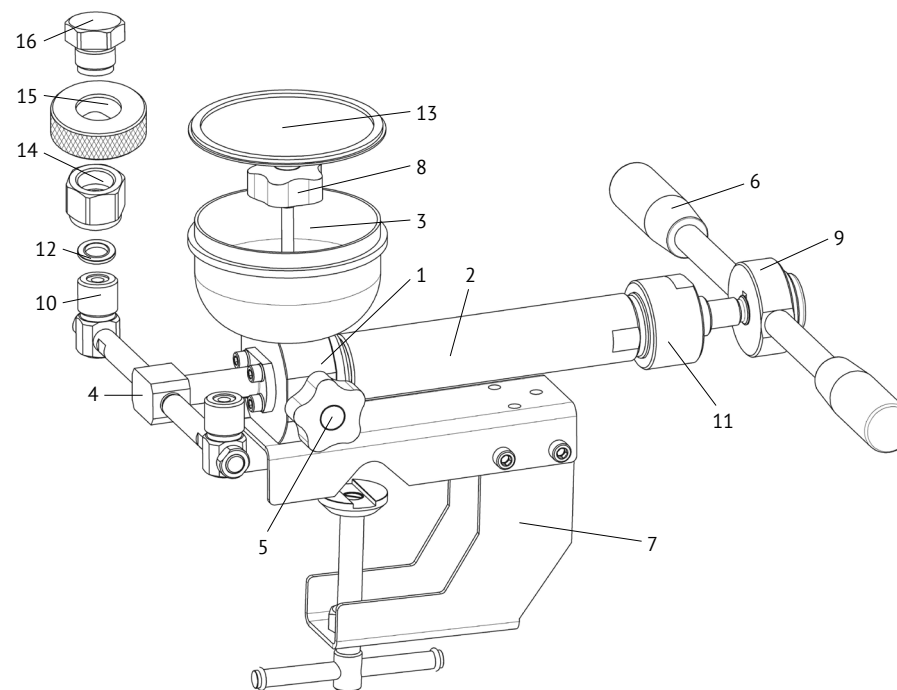

Рис. 1. Внешний вид прибора:
4.1 Пресс гидropневматический малогабаритный ПГМ состоит из бронзового корпуса 1 (Рис. 1), с присоединенным рабочим цилин-
6.3 Надежно закрепите ПГМ на столешнице или трубе посредством трубочины 7 (Рис. 1).
6.5 Установите резинометаллические уплотнения 12 (Рис. 1) на стойки 10 и накрутите требуемого размера гайки присоединительные 14 (левая резьба) из комплекта ЗИП. Проверьте состояние вентиль рам-
6.6 Залейте 100 — 150 мл рабочей жидкости в стакан. Откройте *вентиль сброса давления 8*, отвернув иглу на 2-3 оборота до момента пока рабочая жидкость не появится в отверстиях стоек для поверяемых СИ. После этого вращением по часовой стрелке закройте *вентиль рампы 5* (Рис. 1) до упора, не прилагая больших усилий.
7.2 Проконтролируйте состояние и точность установки резинометаллических *уплотнений 12* (Рис. 1), состояние торцевых поверхностей *штуцеров* присоединяемых СИ.
7.4 Откройте *вентиль рампы 5* (Рис. 1), отвернув иглу на 0,5—1 оборота.
8.2 Ежедневное техническое обслуживание: произведите внешний осмотр, очистите от загрязнений и пыли — сухой, чистой ветошью. Проверьте наличие смазки на поверхности *ходового винта пресса 11* (Рис. 1). При её отсутствии или недостаточном количестве произвести смазывание поверхности винта консистентной смазкой ЛИТОЛ — 24 ГОСТ 21150-87.